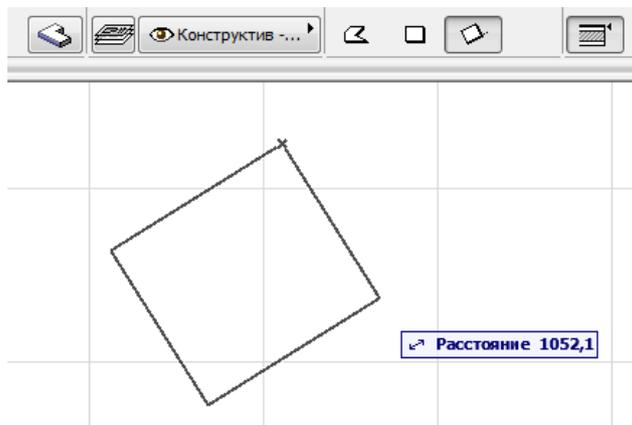

Рис. 44. Построение перекрытия в виде повернутого прямоугольника.
– построение перекрытия в виде повернутого прямоугольника путем задания вектора поворота, длины и ширины прямоугольника (рис. 44).